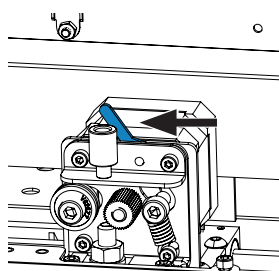

Fig. 25
- ⇒ Posizioni la leva in cima all'estrusore a sinistra (Fig. 25).